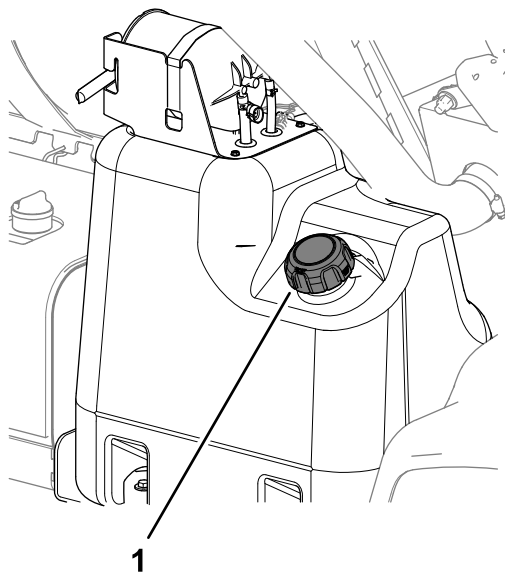

Bild 63
2. Reinigen Sie den Bereich um den Tankdeckel (Bild 63).